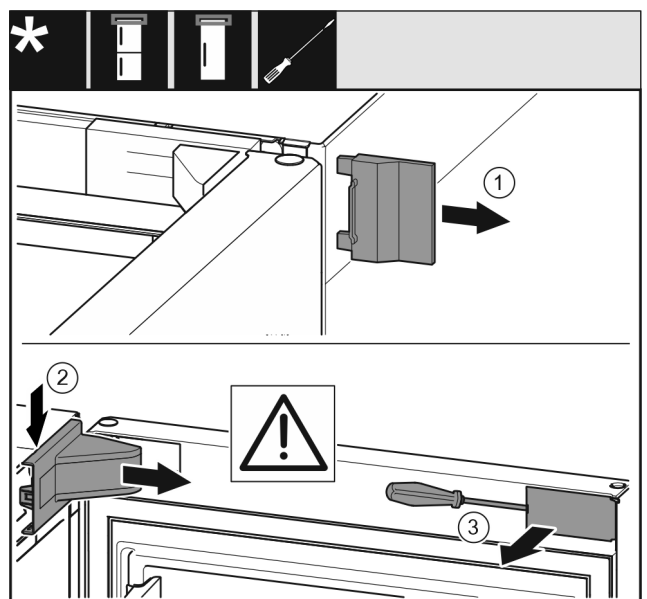

Fig. 9
- ▶ Снимите внешнюю крышку. *Fig. 9 (1)*
- ▶ Освободите и отсоедините крышку опорного кронштейна. Снимите крышку опорного кронштейна на *Fig. 9 (2)*
- ▶ При помощи шлицевой отвёртки освободите накладку и отведите в сторону. *Fig. 9 (3)*